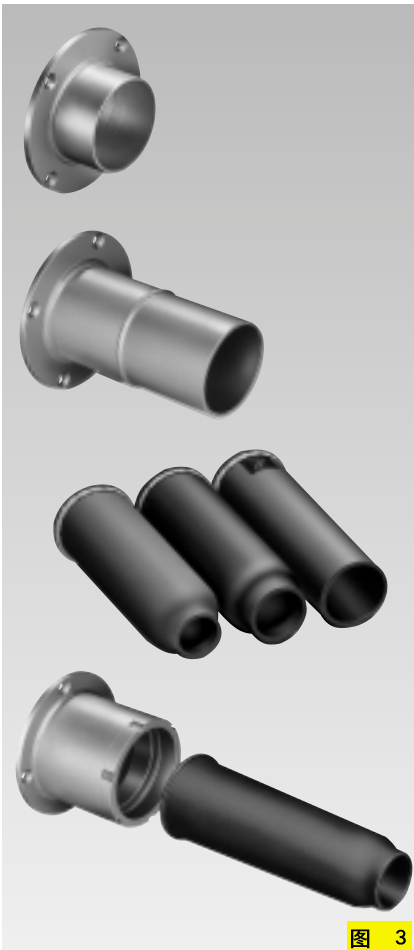

图 3
3. Brennerstein oder Brennerrohr aus Stahl oder Keramik (Fig. 3)
3. Burner quarl or burner tube made of steel or ceramic material (Fig. 3)
3. 钢制或陶瓷烧嘴砖或火焰管 (图 3)